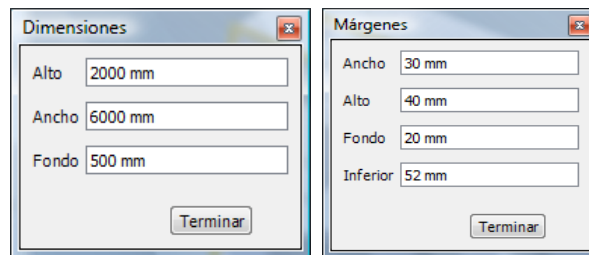

Figura 55 (ventana de dimensiones y márgenes)
- **Hueco:** aquí se van a seleccionar las dimensiones y márgenes que va a tener el hueco donde va a ir colocado el armario. Pinchando en el botón **Dimensiones** se introducen los valores del hueco en milímetros, del alto, ancho y fondo deseados. Pinchando en el botón **Márgenes** se introducen los valores de los márgenes que va a tener el hueco en milímetros, del ancho, alto, fondo e interior. Si se introducen valores que no sean numéricos aparece una señal de error y no se desactiva hasta que no se introducen números. Una vez introducidos los valores se pincha en el botón **terminar**. En la siguiente figura 55 se ven las ventanas de dimensiones y márgenes.